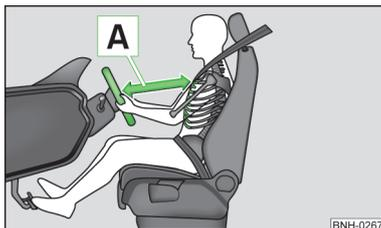

Fig. 88
- Ajustar el volante de tal modo que la distancia entre el volante y el esternón sea, como mínimo, de 25 cm [A] » fig. 88. Si no respeta la distancia mínima, el sistema de airbag no podrá protegerle. ¡Peligro de muerte!